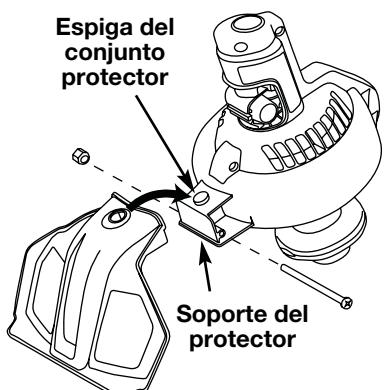

Fig. 3
- Ponga el extremo estrecho del protector del accesorio de corte sobre el soporte del protector en la parte posterior del cuerpo del accesorio y colóquelo de modo que el corte circular se deslice sobre la espiga del conjunto del protector (Fig. 3).